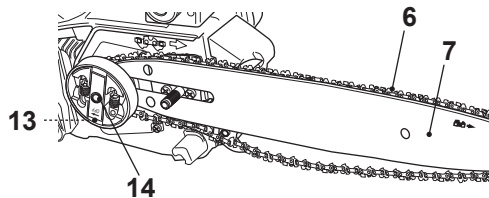

Fig. 5
- > Faites passer la chaîne [6] par-dessus le pignon d'entraînement [13] situé derrière l'embrayage [14], puis enfilez-la autour du guide-chaîne [7]. La chaîne doit passer au-dessus de l'attrape-chaîne [12] (Fig. 5).